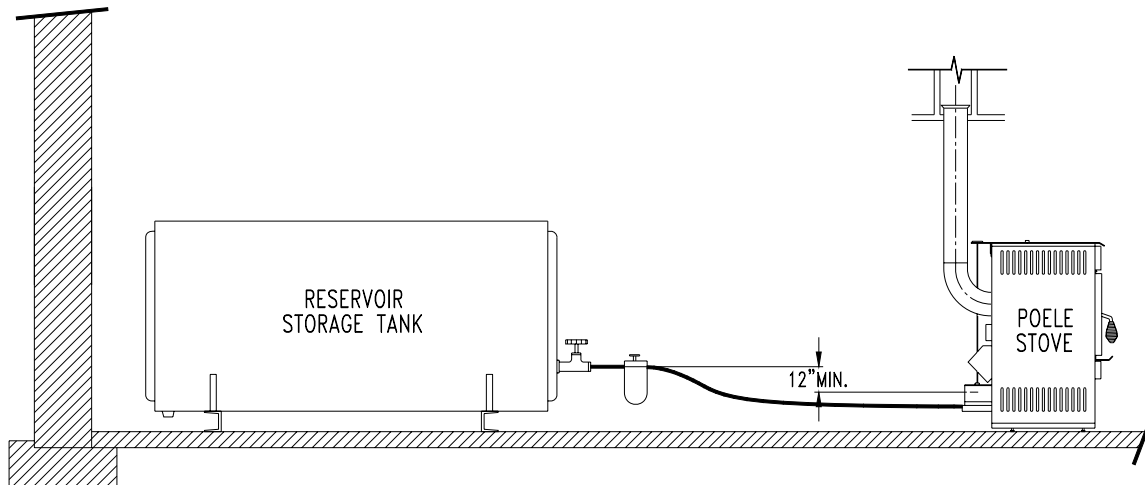

Figure 11 : RACCORDEMENT DU RÉSERVOIR D'HUILE AU POËLE.
- L'appareil doit être correctement fixé au sol à l'aide de deux griffes de fixation à installer sur l'arrière du châssis (voir figure 11).